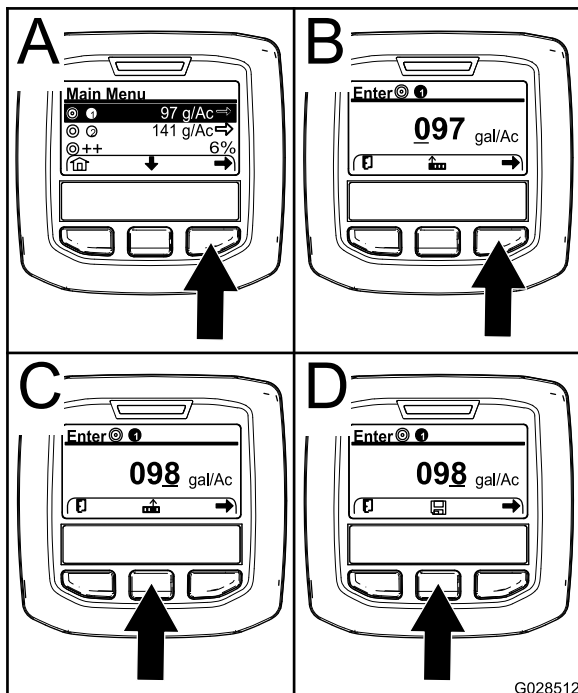

Bild 57
2. Drücken Sie ggf. die mittlere Auswahltaste, um die Dosierung für das Sprühprogramm 1 zu markieren (Bild 57).
3. Drücken Sie die rechte Auswahltaste, um das Sprühfahrzeugprogramm 1 auszuwählen (A in Bild 57).
- Drücken Sie die rechte Auswahltaste (B in Bild 57), um den Cursor auf die nächste numerische Stelle nach rechts zu verschieben.
- Drücken Sie die mittlere Auswahltaste (C in Bild 57), um den numerischen Wert zu erhöhen (0 bis 9).
Hinweis: Das Symbol „Speichern“ wird über der mittleren Auswahltaste angezeigt (D in Bild 57).
6. Drücken Sie die mittlere Auswahltaste (D in Bild 57), um die Programmierung für die Dosierung zu speichern.